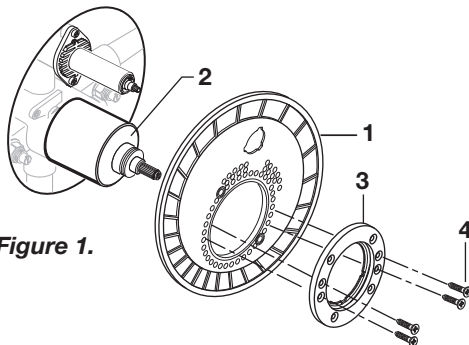

Figure 1.
- **Figure 1.** Pousser le SUPPORT DE LA ROSACE (1) avec le joint d'étanchéité sur la BASE DE LA POIGNÉE (2) pour la serrer fermement contre le mur fini. Fixer le SUPPORT DE ROSACE (3) sur le SUPPORT DE LA ROSACE (1) à l'aide de VIS (4).